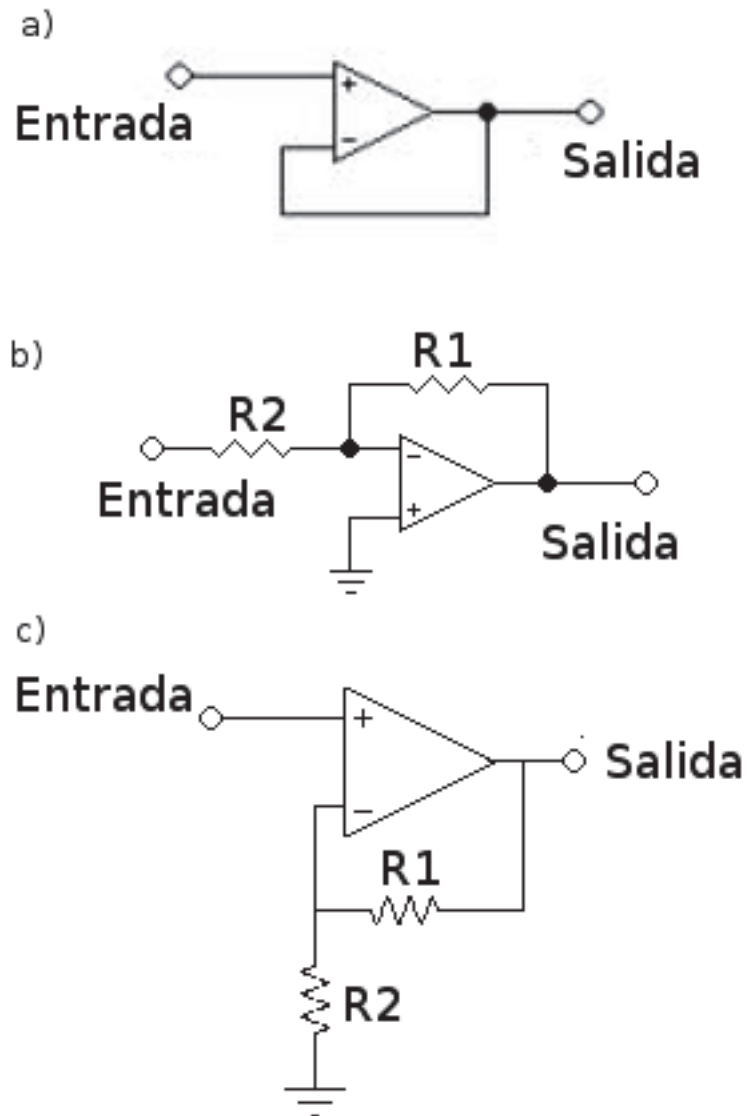

Figura 2.1: Amplificador operacional en modo a) seguidor, b) inversor, c) no inversor.
- Inversor: En esta configuración se realiza una realimentación negativa, la terminal positiva es la referencia, entre la entrada y la salida del amplificador se coloca una resistencia R_1 , y entre el voltaje de entrada y la entrada del amplificador otra resistencia R_2 , de acuerdo a lo mostrado en la figura 2.1. El resultado es una red que invierte la polaridad del voltaje de entrada (+ a -, ó, - a +), y amplifica de acuerdo a la razón entre las resistencias R_1 y R_2 .